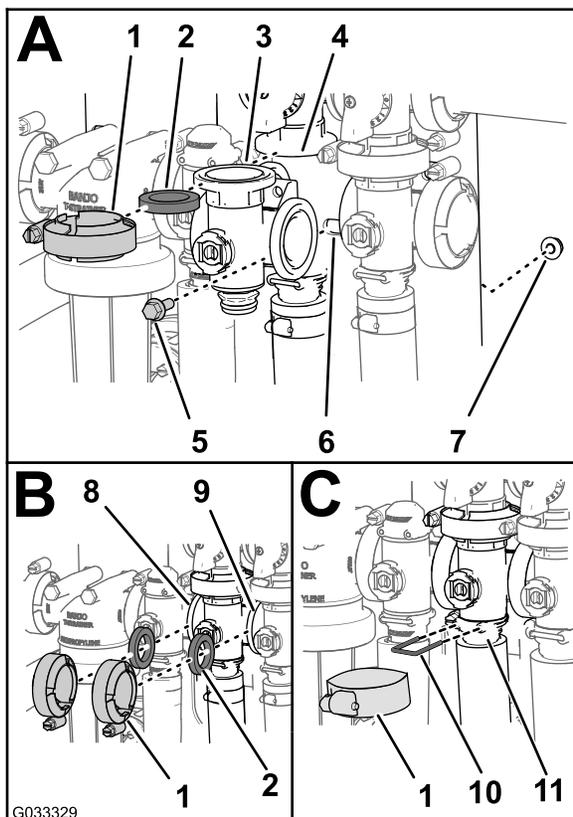

Figura 76
1. Alinee la brida del distribuidor de la válvula de agitación, una junta y la brida del la válvula de desvío de agitación (Figura 76, A).
2. Monte la válvula de desvío de agitación, la junta y el distribuidor de la válvula de agitación con una abrazadera apretada a mano (Figura 76, A).
3. Alinee una junta entre las bridas del distribuidor de la válvula de control de caudal y el distribuidor de la válvula de agitación (Figura 76, B).
4. Monte la junta y el distribuidor de la válvula de agitación con una abrazadera apretada a mano (Figura 76, B)
5. Alinee una junta entre las bridas del distribuidor de la válvula de agitación y la válvula maestra (Figura 76, B).
6. Monte el distribuidor de la válvula de agitación, la junta y la válvula maestra con una abrazadera apretada a mano (Figura 76, B).
7. Monte el distribuidor de la válvula de agitación y el alojamiento con una abrazadera apretada a mano (Figura 76, C).
8. Sujete el conector de extremo al conector de salida insertando una horquilla de retención en el alojamiento del conector de salida (Figura 76, C).